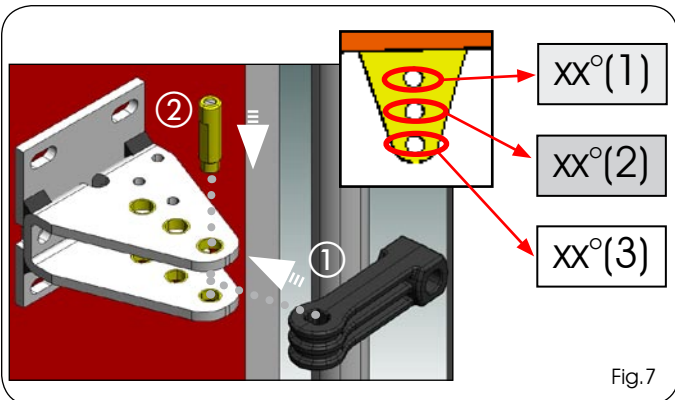

Fig.7
2. Conformément au tableau 1 (voir les encadrés blancs ou gris) définir le trou de fixation sur la bride arrière et y monter la fourche (Fig.7 réf. ①), en l'assemblant avec l'axe fourni (Fig.7 réf. ②)